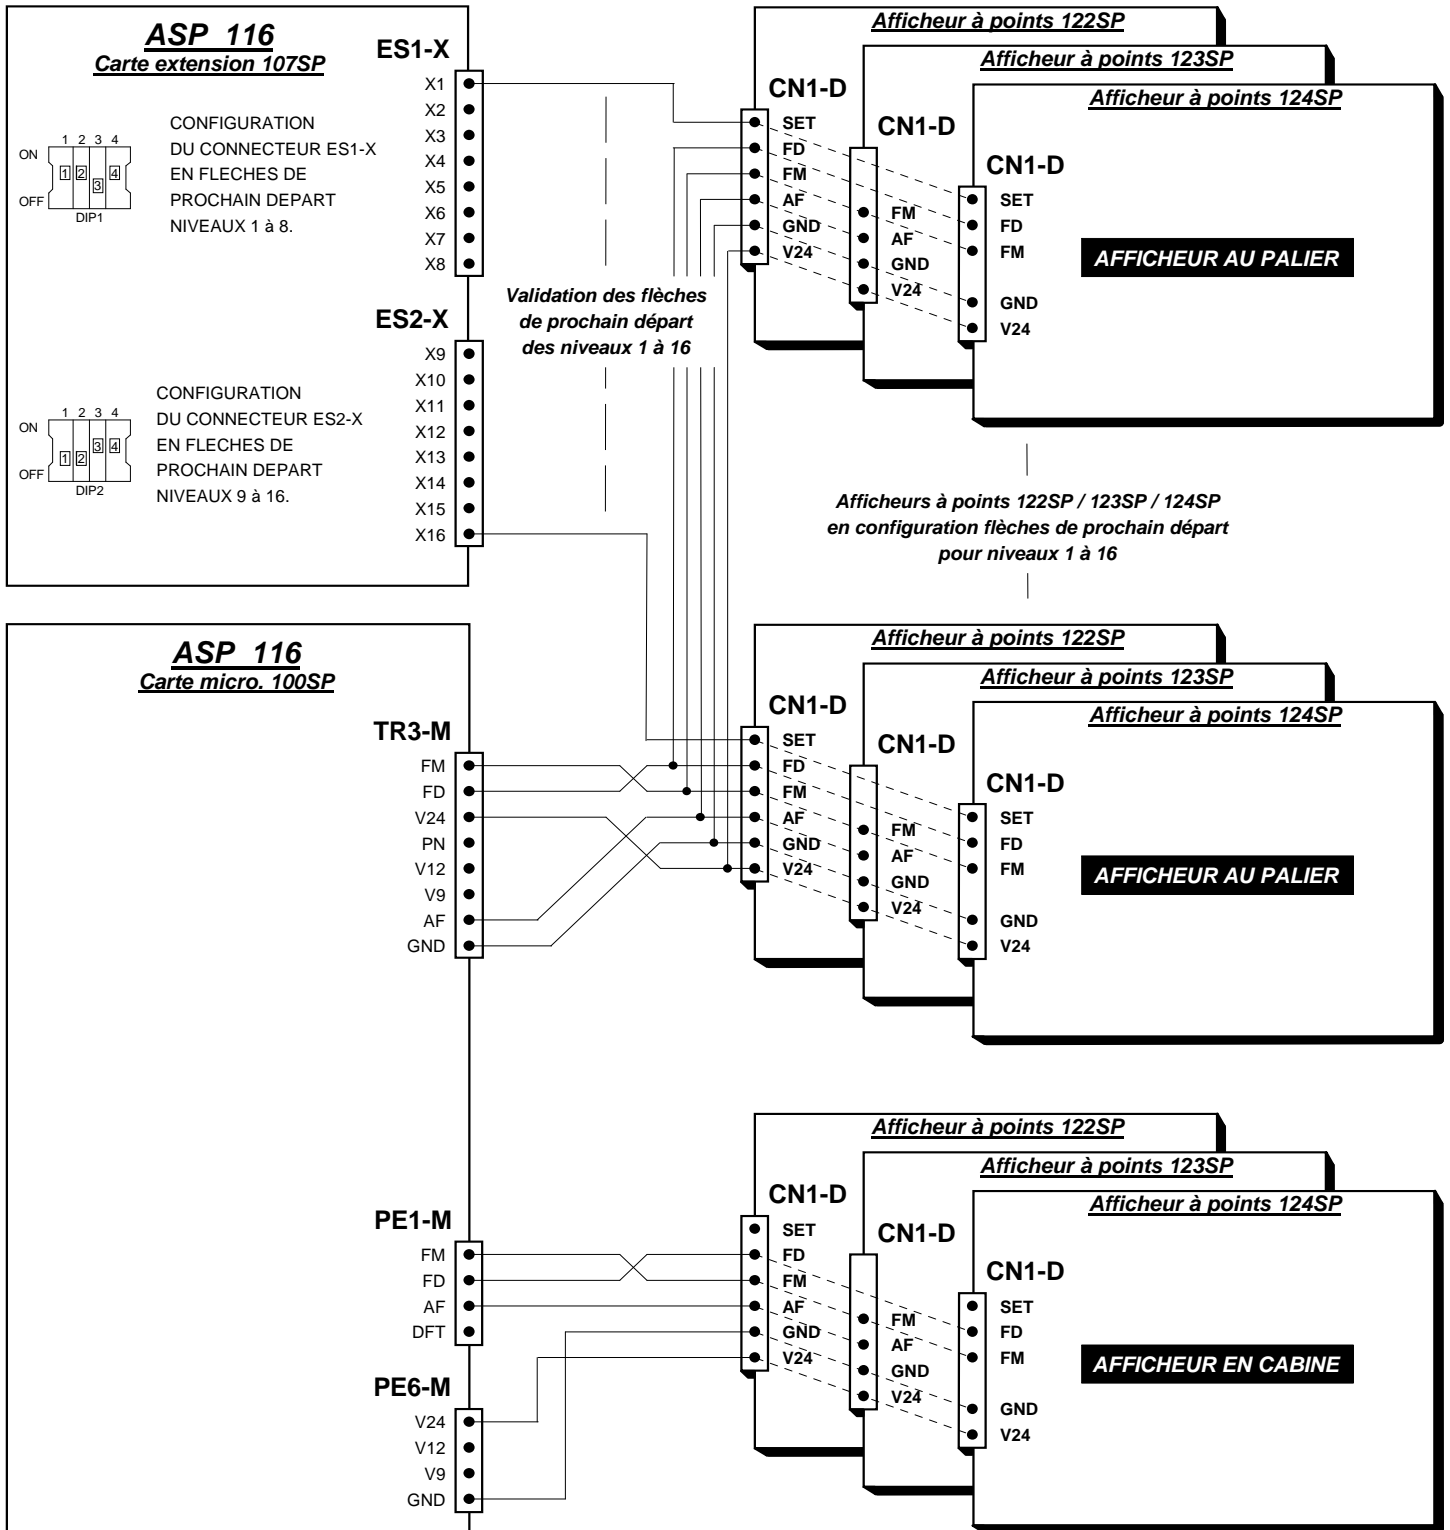

Fig.7 : Câblage électrique des afficheurs en configuration normale et flèches de prochain départ
- **Validation des flèches** : Par application de tension positive 24V double alternance pour fonctionnement en flèche de prochain départ, ou, validées automatiquement par configuration soft dans le cas de flèches de déplacement classique. (Voir **Fig.7**)